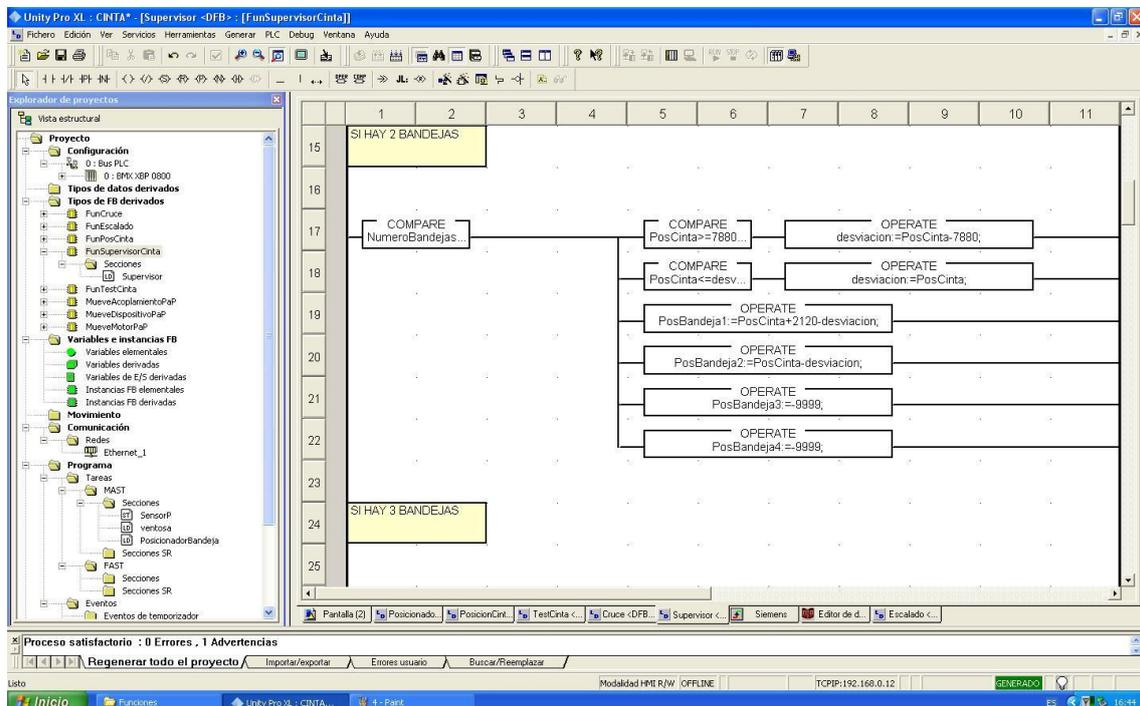

Figura 5.5.3
■ Caso 3. Hay 2 bandejas (Figura 5.5.3):